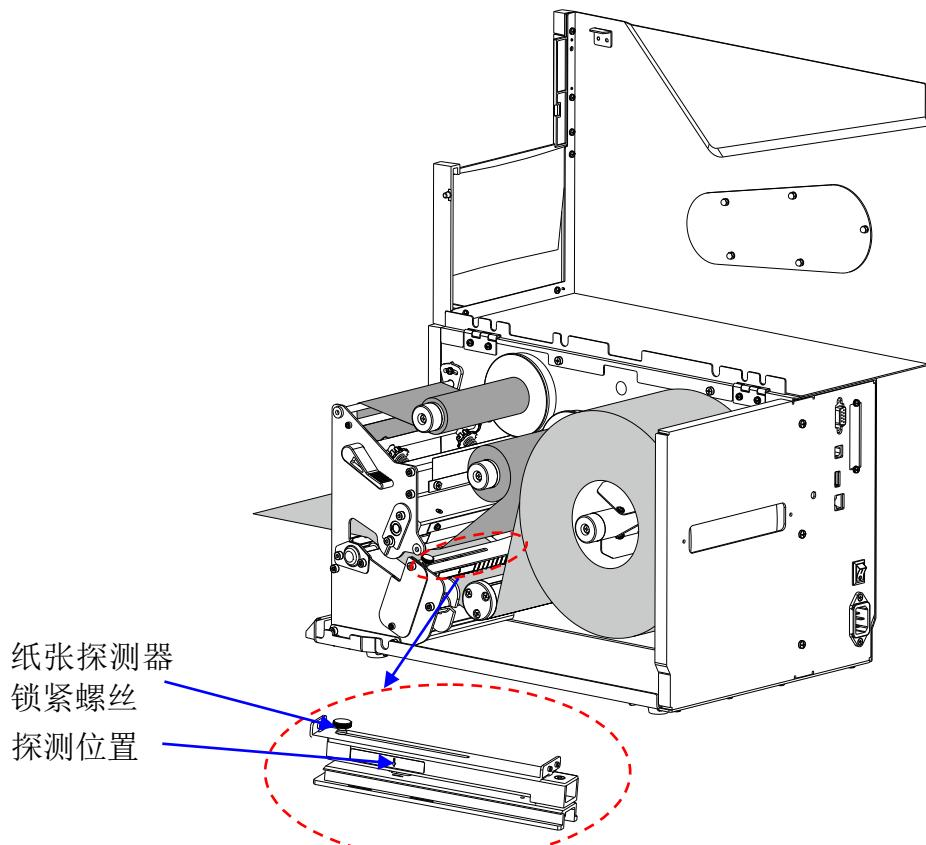

图 2-14
3. 拧松纸张探测器锁紧螺丝，移动纸张探测器到合适位置，使探测器上箭头标识对准标签间隙（定位黑标、定位孔），然后拧紧纸张探测器锁紧螺丝。如图 2-14 所示（以纸卷支撑片结构为例进行说明）。